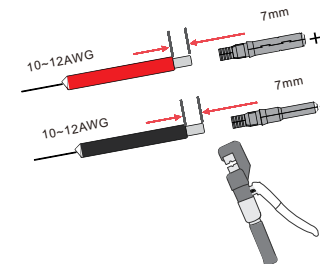

Figura 4.1-2 Crimpe el terminal al cable
Paso 2. Crimpado de terminales metálicos con alicates de crimpar, tal y como se muestra en la figura 4.1-2.